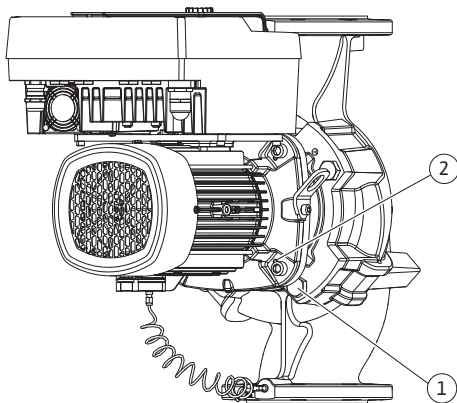

Fig. 111: Izbacivanje utičnog sklopa preko navojnih otvora (u zavisnosti od tipa pumpe)
23. Potisnite utični sklop iz kućišta pumpe. U tu svrhu koristiti dva navojna otvora (vidi Fig. 111, poz. 1).
33. Za izbacivanje utičnog sklopa sa kućišta pumpe koristiti dva susedna navojna otvora (Fig. 111, poz. 1) i postojeće ili odgovarajuće zavrtnje (npr. M10 x 25 mm) koji su obezbeđeni na objektu.